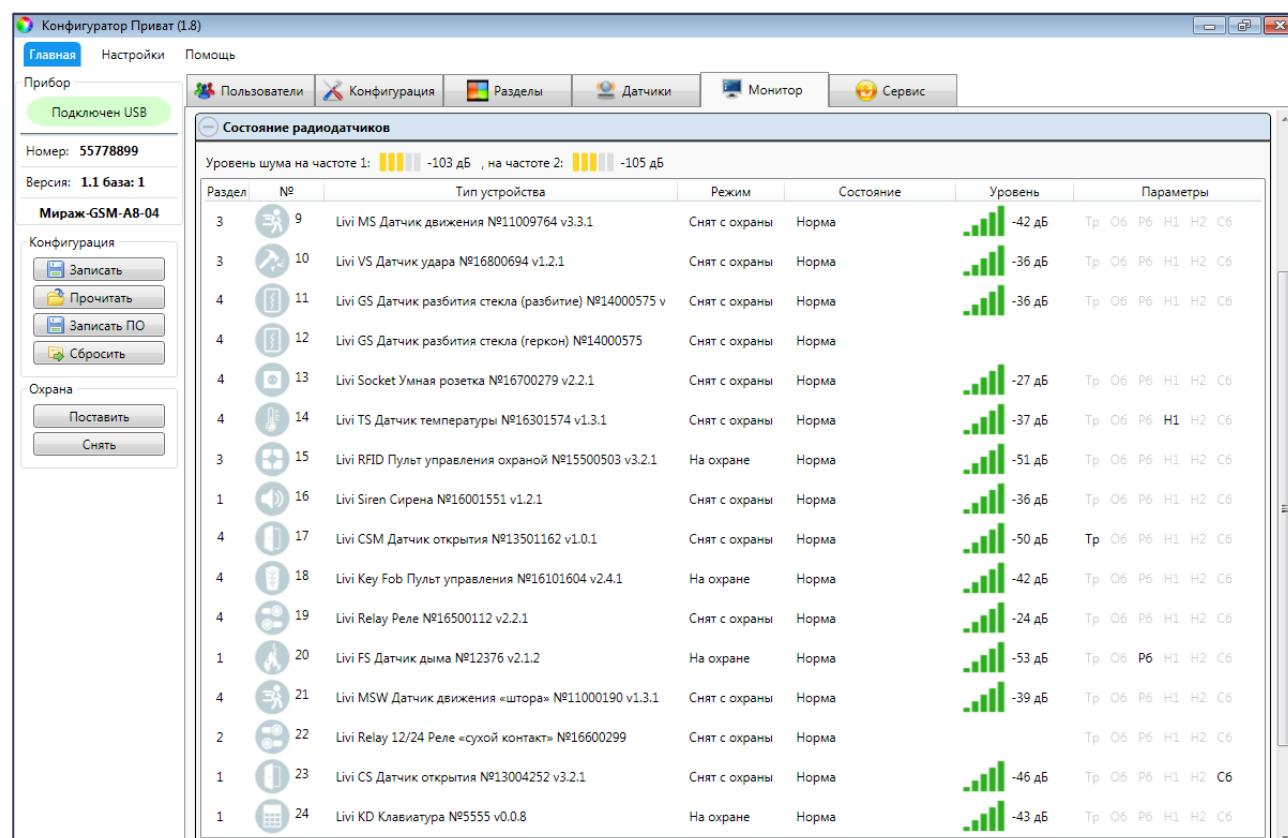

Рисунок 7.3 — Часть блока *Состояние радиоустройств* на вкладке Монитор в конфигурации контроллера Мираж-GSM-A8-04
- 1) В Конфигураторе на вкладке *Монитор* (см. рисунок 7.3).
Данные о текущем состоянии радиоустройств отображаются в режиме реального времени на вкладке *Монитор* в Конфигураторе (см. рисунок 7.3). В верхней части таблицы *Состояние радиодатчиков* на вкладке *Монитор* отображаются индикаторы *Уровень шума на частоте 1* и *на частоте 2*. Индикаторы показывают уровень радиопомех на рабочих частотах, которые могут снижать качество связи контроллера с радиоустройствами. Наилучший (наименьший) уровень шума отображается одной зеленой полоской, наихудший (наибольший) — пятью красными полосками.